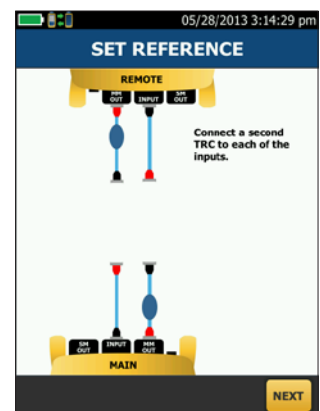

Рис. 5. Мастер настройки
**Настройка** – мастера настройки тестов предоставили бы целенаправленную привязку и конфигурацию бюджета линий, а также включали бы в себя встроенные стандарты для обеспечения проведения именно нужных тестов (см. рис. 5). Данный подход исключает задержку из-за отсутствия экспертов, а также еще больше уменьшает число ошибок.